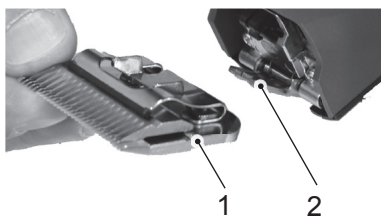

Fig. 8
6. Mettez la tête de coupe désirée sur la charnière de peigne et rabattez-la par pression légère vers la tondeuse en marche (fig. 8, 9, 10).